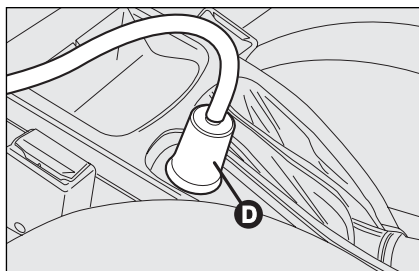
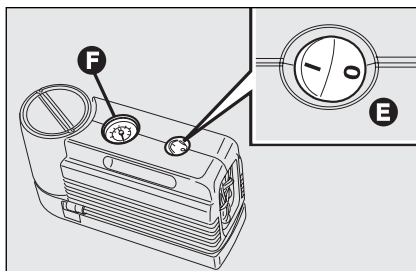

fig. 15
fig. 16
- ❑ certifique-se que o interruptor **E-fig. 16** do compressor esteja na posição **0** (desligado), ligar o motor, introduzir a tomada **D-fig. 15** na tomada do isqueiro e ligar o compressor colocando o interruptor **E-fig. 16** na posição **I** (ligado). Encher o pneu com a pressão prescrita no parágrafo “Pressão de enchimento” do capítulo “Características técnicas”. Para obter uma leitura mais exacta, se aconselha de verificar o valor da pressão no manómetro **F-fig. 16** com o compressor desligado;